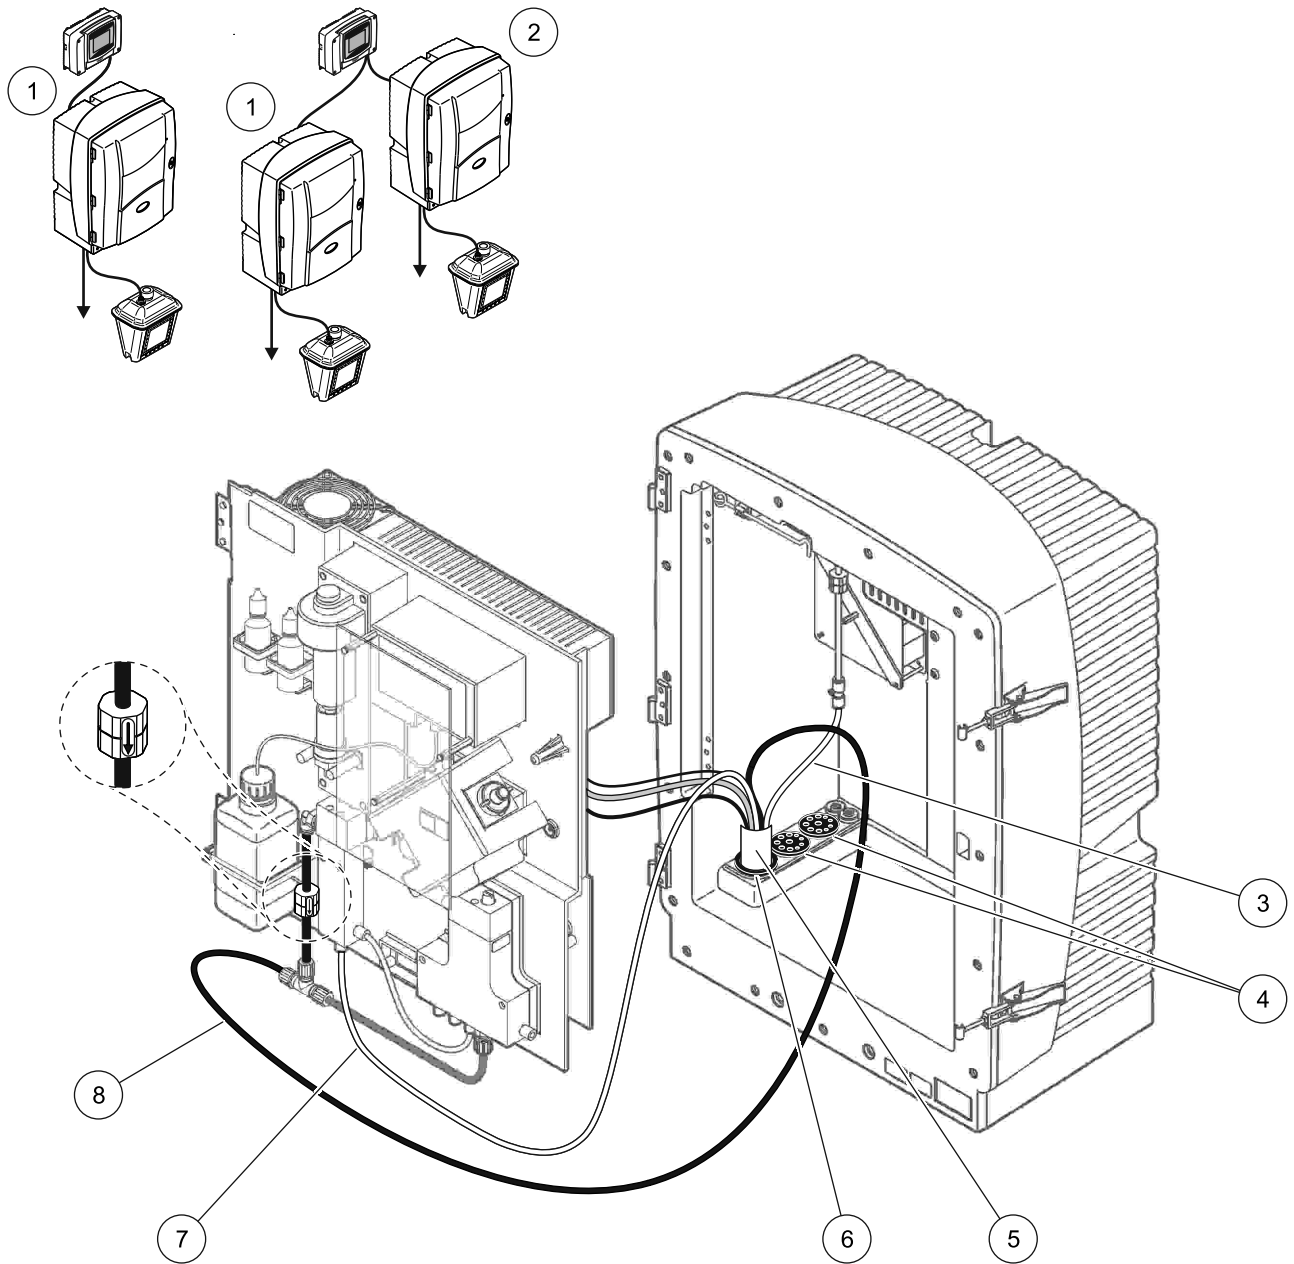

Figure 29 Configuration d'option 1
Voir Figure 29 et les instructions ci-dessous pour l'option 1:
2. Faites passer les tuyaux de sonde filtrantes sc (canalisations d'échantillon, câbles électriques et tuyau d'évacuation) par l'ouverture de l'analyseur (élément 5, Figure 29). Utilisez le bouchon d'obturation No. 2 pour fixer le tout.
6. Branchez le tuyau d'évacuation à la sonde filtrante sc (Figure 29 à la page 83).